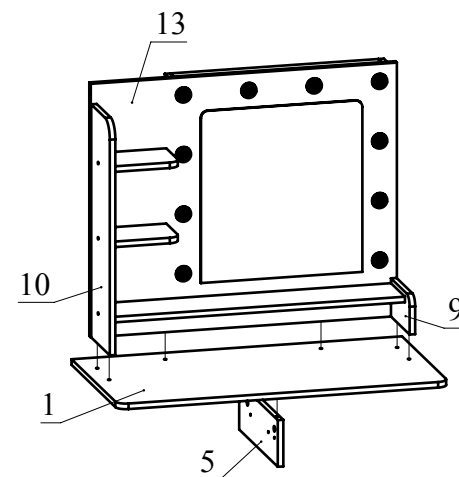

Рис.9
8. Соедините полученную конструкцию с деталью 1 с помощью конфирматов. Соедините деталь 5 с деталью 1 и затяните головки минификсов (Рис. 9).